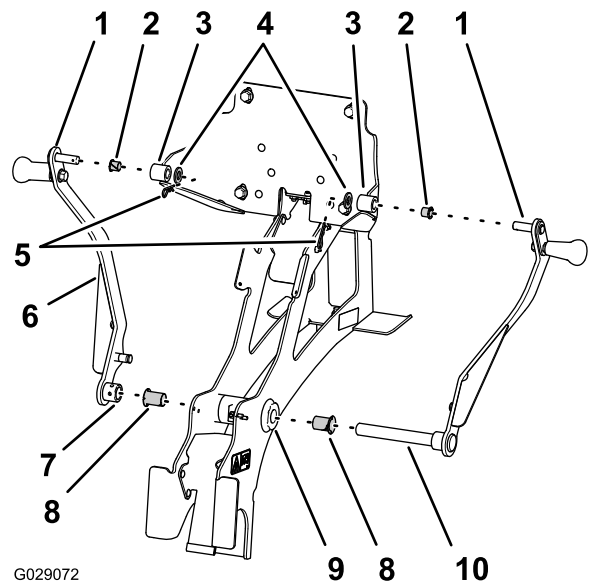

Figura 6
1. Insira os casquilhos flangeados (3/4 pol. de diâmetro interno) em cada extremidade do tubo da articulação na estrutura de suporte principal (Figura 6).
2. Insira um casquilho flangeado (1/2 pol. de diâmetro interno) nos cubos esquerdo e direito da placa posterior (Figura 6).
3. Monte o pino de articulação inferior do braço da cavidade direito através do casquilho flangeado no lado direito do tubo da articulação e a articulação (Figura 6).
4. Monte o pino de articulação superior do braço da cavidade direito através do cubo direito da placa posterior (Figura 6).
5. Fixe o pino de articulação superior à placa posterior com uma anilha (1/2 pol.) e um gancho (Figura 6).
6. Monte o cubo do braço da cavidade esquerdo por cima da extremidade do pino de articulação inferior do braço da cavidade direito, que está saliente para a esquerda do casquilho flangeado esquerdo no tubo da articulação (Figura 6).
- Monte o pino de articulação superior do braço da cavidade esquerdo através do cubo esquerdo da placa posterior (Figura 6).
- Fixe o pino de articulação superior do braço da cavidade esquerdo à placa posterior com uma anilha (1/2 pol.) e um gancho (Figura 6).